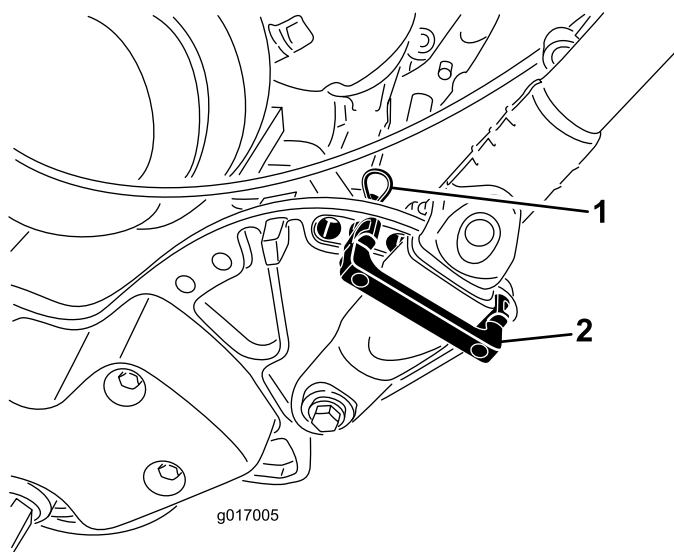

图8
1. 当撑住手柄时取下将手柄铁夹固定到侧板上的扎带图8。
2. 将手柄旋转到需要的操作位置将手柄卡环插入手柄铁夹及侧板上相对应的孔图8。
3. 使用发卡销将手柄铁夹固定到位图8。